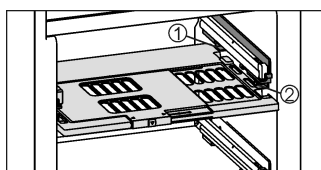

Fig. 8
- ▶ Vochtreguleringsplaat terugplaatsen: dekselranden van de plaat van onder in de achterste houder Fig. 8 (1) plaatsen en aan de voorkant in de houder Fig. 8 (2) vastklikken.